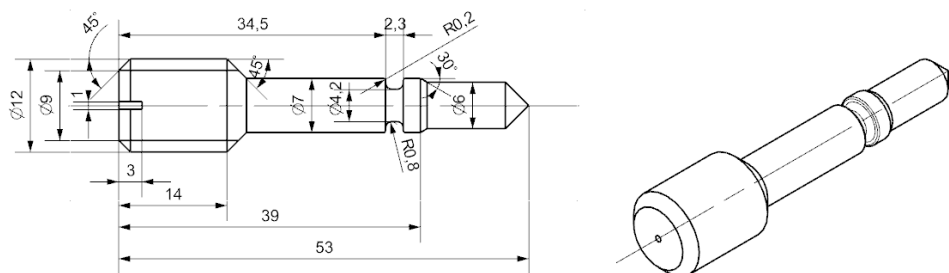

Rys. 3.153. Gotowa bryła powstała po zastosowaniu poleceń: **Revolve**, **Hole**, **Pattern Feature**
- Po kliknięciu OK otrzymuje się bryłę zgodną z rys. 3.153.
Zakończone zostało modelowanie części szóstej, przedstawionej na rys. 3.153. Opanowane polecenia to: **Revolve**, **Pattern Feature**, **Hole** (zawansowane). Wykorzystując te umiejętności, należy wykonać ćwiczenia zamieszczone w pkt 3.3.11.